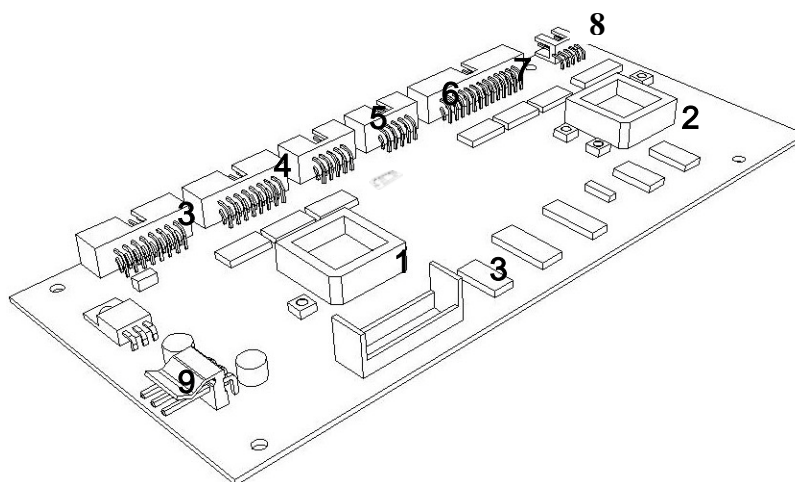

Рис. 1: Плата компьютер интерфейса (CI)
- Компьютерный интерфейс (CI) (Рис. 1)